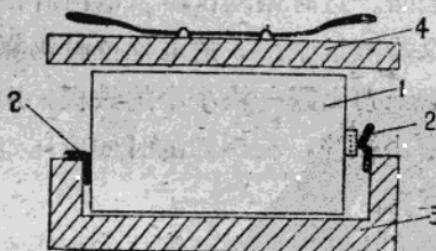
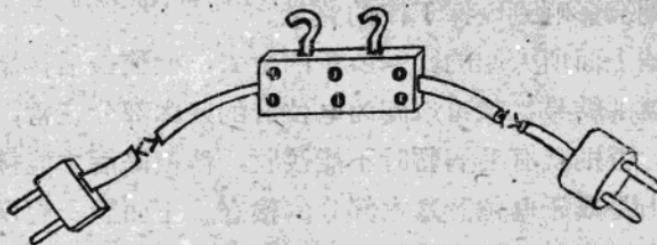

图 4
图 5. 分線盒
(4) 把去掉纸皮的手电池按图5中所示的那样装入，然后将小胶木板放入，放小胶木板时注意将两小条磷铜片朝上，如图4中4所示。
(5) 小鐵板按原样安裝好，然后把电位計再翻过来，放平。